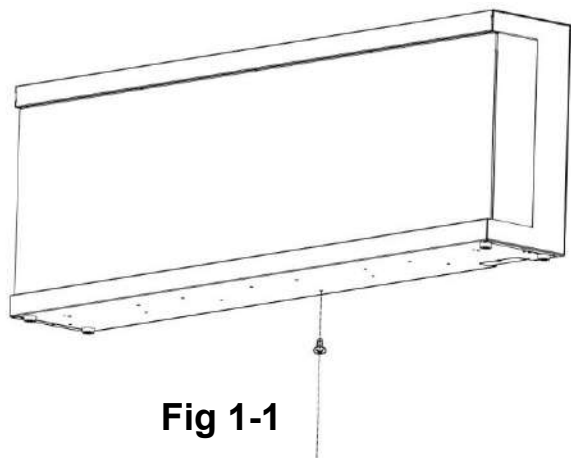

Fig 1-1
A. Togliere la vite d'argento nella parte inferiore dell'apparecchio. **(Fig 1-1)**. Mettere da parte la vite.